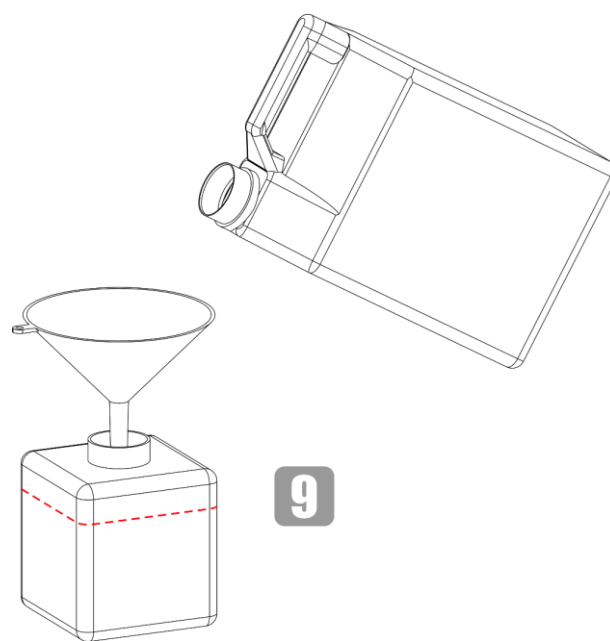

Fig. 16
09) Utilizzare un imbuto per versare il liquido del fumo all'interno del serbatoio, come mostrato nella Fig. 16.
- 10) Riempire il serbatoio con il liquido per il fumo consigliato (capacità massima del serbatoio 1 L). Accertarsi di non riempire troppo. Consultare la Fig. 16 per ulteriori informazioni in merito.